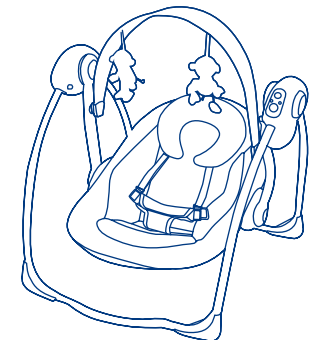

Fig. 7
- 7) • The Frame Assembly is complete. (Fig. 7)
- El montaje del armazón está completo. (Fig. 7)
- L'assemblage du cadre est terminé. (Fig. 7)